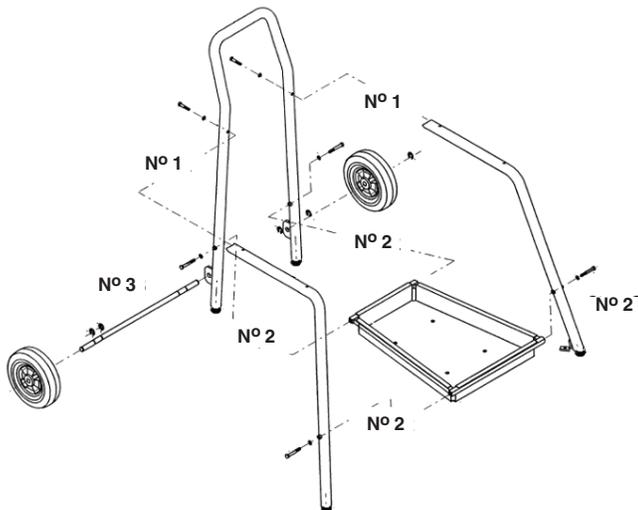

Figure 4 – Assemblage du chariot
2. Montez le bac à outils sur les jambes arrière et avant du chariot à l'aide des quatre (4) vis 6-pans de $\frac{3}{8}$ " – 16 x 2 $\frac{3}{4}$ " et des rondelles fendues fournies. Ne pas serrer les vis.
3. Introduisez l'axe à travers les pattes saillant de l'arrière de l'arceau du chariot et retenez-le en position avec les quatre (4) circlips fournis. *Se reporter à la Figure 4.*